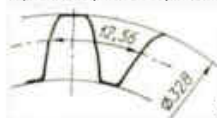

Рис. 2
09. Сколько зубьев имеет это нормальное прямозубое зубчатое колесо (рис.2)?